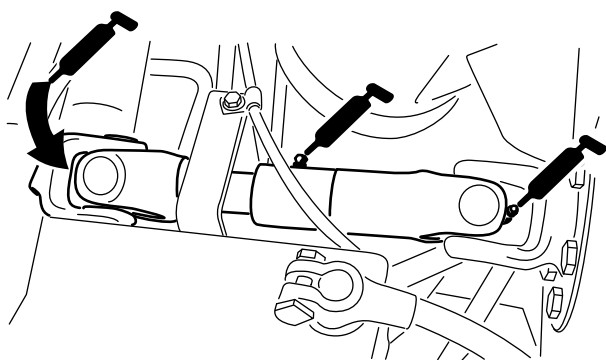

Рисунок 53
- Универсальный шарнир вала привода насоса (3) (Рисунок 53)